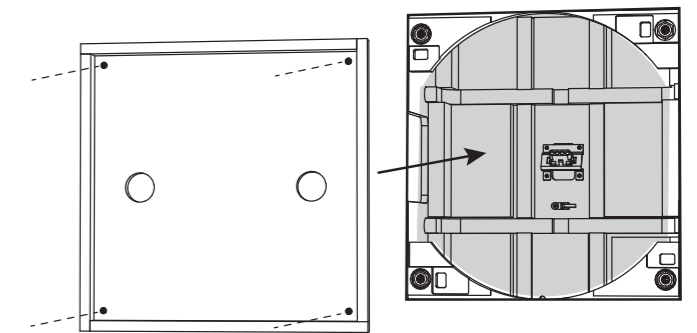

Fig. 5. Drywall Removed from the Aperture, and Cover Installed
2. Efter installation av gips, klipp ut hålet i gipsskivan försiktigt med en lämplig handverktyg med hjälp av den rektangulära bländaren på baksidan som vägledning (fig. 5). Var försiktig så att du inte kapar högtalarkablarna eller någon av baksidan av trä. Se till att gipsöppningen inte är större än bländaren på baksidan. Ta bort damm eller skräp från baksidan.